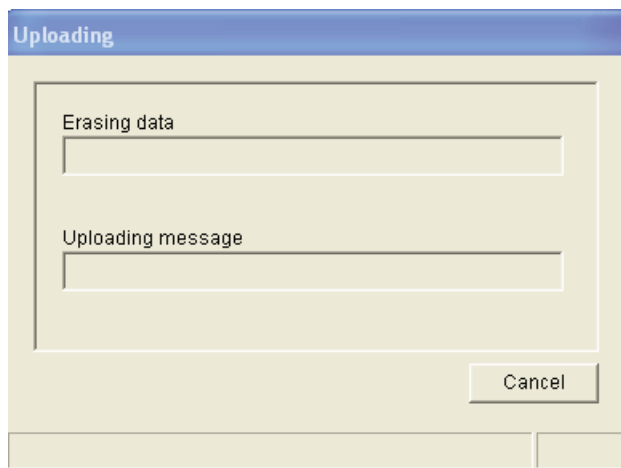

figure 8.17: Chargement de données dans le Plena Weekly Timer
- 2 Cliquez sur Upload configuration. La fenêtre suivante s'affiche (voir figure 8.17) indiquant le déroulement du chargement. Lorsque le chargement est terminé, cette fenêtre se ferme.